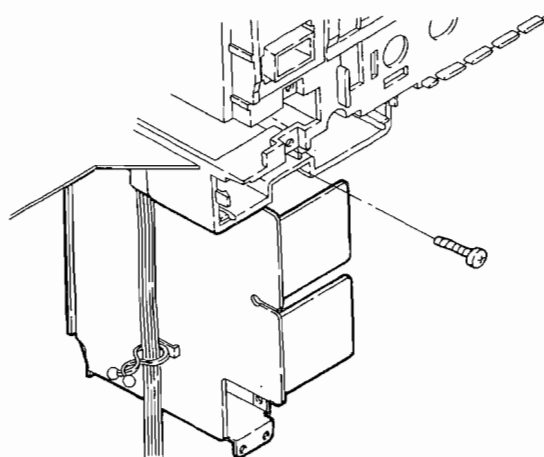

Figure 10-4
1. Remove one screw at the power amplifier P.W.B. Then hold up the power amplifier P.W.B. to remove. See Fig. 10-4.
1. Die einzelne Schraube der Endverstärkerleiterplatte entfernen. Die Endverstärkerleiterplatte kann dann durch Hochhalten entfernt werden. Siehe Abbildung 10-4.
1. Enlever une vis sur la plaquette de montage imprimé de l'amplificateur de puissance. Puis tenir élevé la plaquette de montage imprimé de l'amplificateur de puissance pour l'enlever. Voir la Figure 10-4.